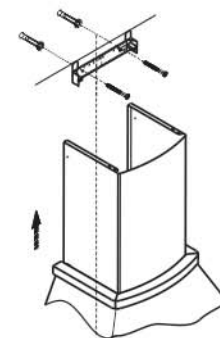

РИС. 7
- сделайте отметку по верхнему краю фальштрубы и проведите горизонтальную линию рис.7 (фальштрубу опустите внутрь зонта);
- приложите кронштейн к стене, как показано на рис. 7;